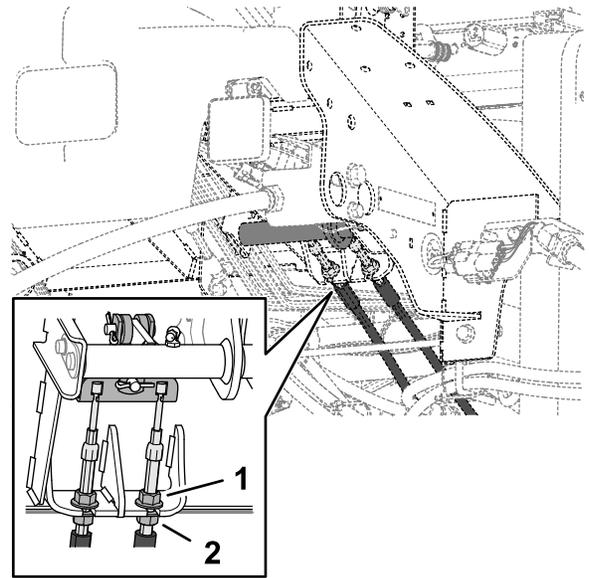

図 113
5. ブレーキペダルの遊びを少なくするには、ブレーキケーブル端部にある前側ジャムナットをゆるめる **図 113**。